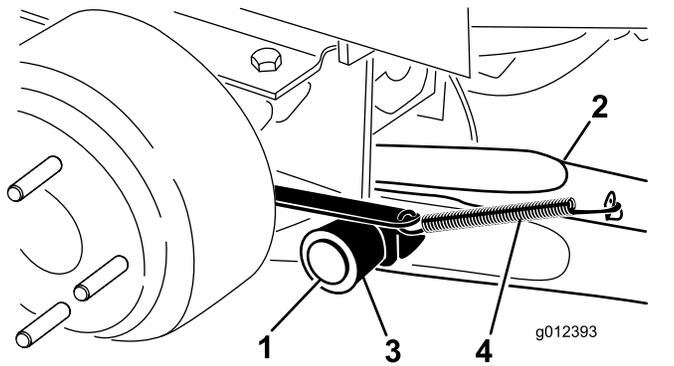

図 4
4. ピボットピン 1 本、コッターピン 1 本を使って、ピボットブラケットに昇降アームを取り付ける 図 4。
- 5. ブレーキリターンズプリングを昇降アームのタブ引っ掛ける 図 4。